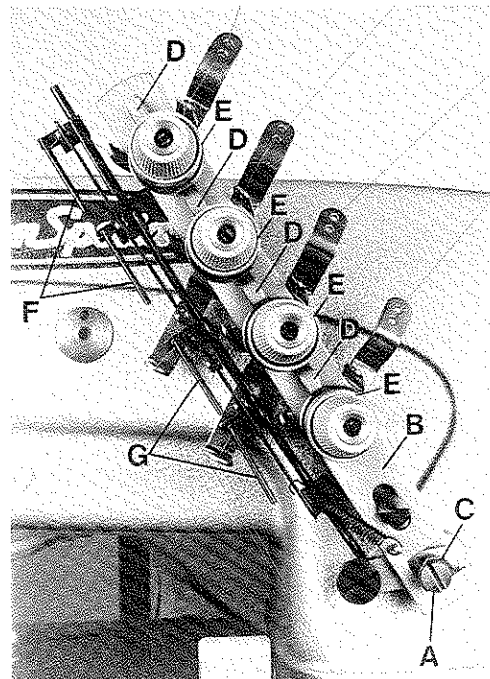

Fig. 31
Loosen screw (A, Fig. 31) and set the tension release bar (B) by turning eccentric (C) so that the separators (D) are as close as possible to the tension discs (E) without touching them. Retighten screw.
The thread pull-off hooks (F, Fig. 31) for the needle threads control the length of the needle thread tails on garment after trimming. The higher the hooks are set, the shorter the needle thread tails will be.
Set the thread pull-off hooks (G, Fig. 31) for the looper threads so that the right hooks barely contact the looper threads without deflecting them. After trimming the looper thread tails should be clamped securely by the leaf springs of "KLIPP-IT" thread trimmer.
Lösen Sie die Schraube (A, Fig. 31) und stellen Sie die Spannungs-Auslöseleiste (B) durch Drehen des Exzenters (C) so, daß die Öffner (D) so dicht wie möglich an den Fadenspannungsscheiben (E) stehen, ohne diese zu berühren. Ziehen Sie die Schraube wieder an.
Die Fadenabzugshaken (F, Fig. 31) für die Nadelfäden regeln die Länge der Nadelfadenenden am Nähgut nach dem Abschneiden. Je höher die Haken gestellt werden umso kürzer werden die Nadelfadenenden.
Stellen Sie die Fadenabzugshaken (G, Fig. 31) für die Greiferfäden so, daß die rechten Haken die Greiferfäden gerade berühren ohne sie abzulenken. Nach dem Abschneiden müssen die Greiferfadenenden von den Blattfedern des "KLIPPAB" Fadenabschneiders sicher festgeklammt werden.